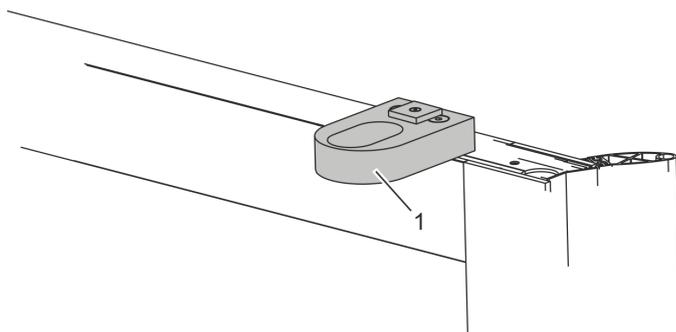

Рис. 101 Щетина, выступающая из запорной планки
2. Обрезать щетки, выступающие из запорной планки (рис. 101/1).